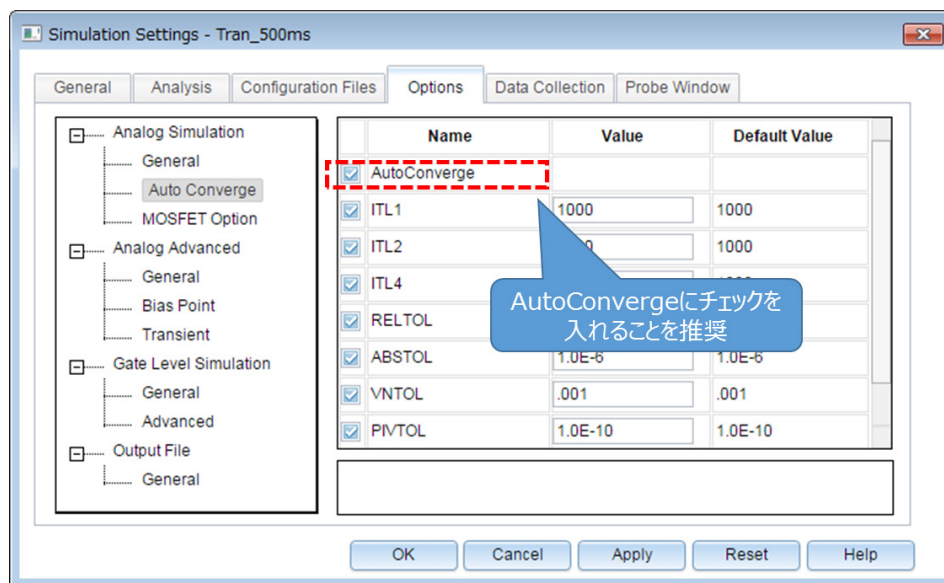

図 5.4 「Simulation Settings」-「Options」画面
- (3) 「Options」タブにて解析オプションの設定を行います。本モデルでのシミュレーションにおいては、「Analog Simulation」-「Auto Converge」-「AutoConverge」にチェックをいれ、自動収束機能を有効にすることを推奨します。(図 5.4)